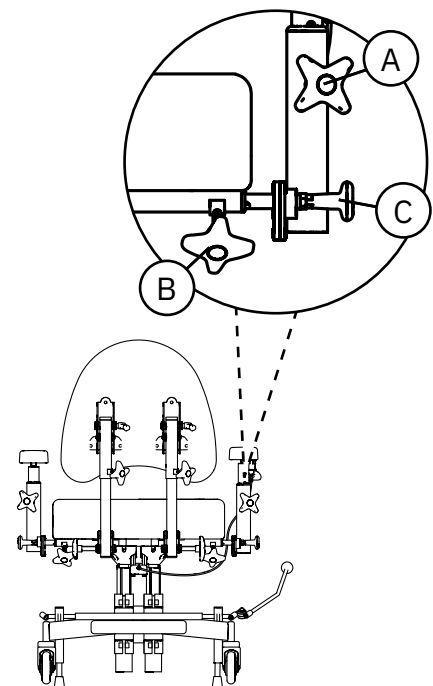

Abb. 5.13. Wegklappbare Armlehnen.
Wegklappbare Armlehnen sind in Höhe (A) und Breite (B) verstellbar und können nach hinten geklappt werden (C), siehe Abb. 5.13.